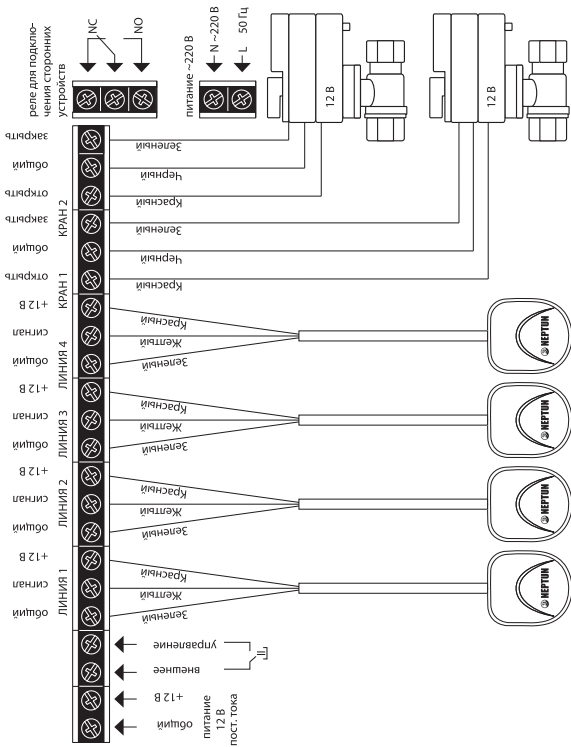
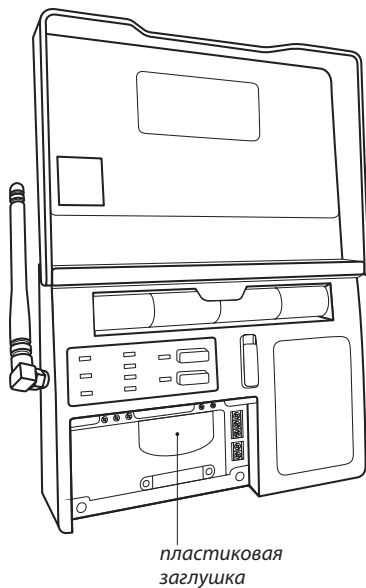

Рис. 5. Схема подключения кранов шаровых с электроприводом серии Neptune Bugatti Pro 12 В к модулю управления Neptune ProW + WiFi
Рис. 6. Вид модуля управления Neptune ProW+ WiFi с открытой крышкой коммутационного отсека
Модуль управления Neptun ProW+ WiFi (см. рис. 5) имеет:
Подключение прибора к сети электропитания переменного тока производите в строгом соответствии со схемой подключения (рис. 5), которая изображена на внутренней стороне крышки прибора.
3. Откройте крышку коммутационного отсека (рис. 6).
4. Выполните подключение проводных датчиков серии SW, проводов электропитания и кранов с электроприводами в соответствии со схемой на рис. 5. При необходимости, для ввода проводов в коммутационный отсек удалите пластиковую заглушку, расположенную в нижней части корпуса прибора при помощи отвёртки (рис. 6, 7).
Для этого, подключите выносной выключатель к соответствующим клеммникам модуля управления (см. рис.5).